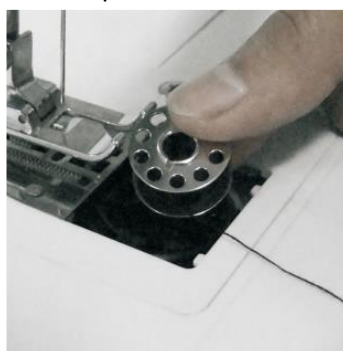

Fig.8
- 2) Plaats een nieuwe spoel in de houder met de draad met de klok mee. Laat ongeveer 10 cm van de draad uitsteken (Fig.8).